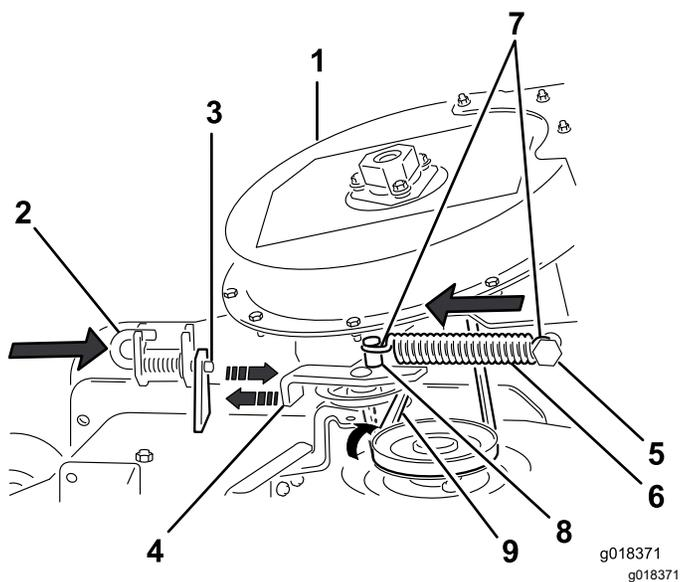

Figura 45
- Enrute la correa provisionalmente por debajo de la polea tensora (Figura 45).
- Mueva el brazo tensor pivotante hacia el anclaje fijo del muelle e instale el muelle colocando el gancho del muelle en el anclaje del brazo tensor (Figura 45).
- Aleje la polea tensora del anclaje fijo del muelle, y enrute la correa alrededor de la polea de la carcasa de corte (Figura 45).